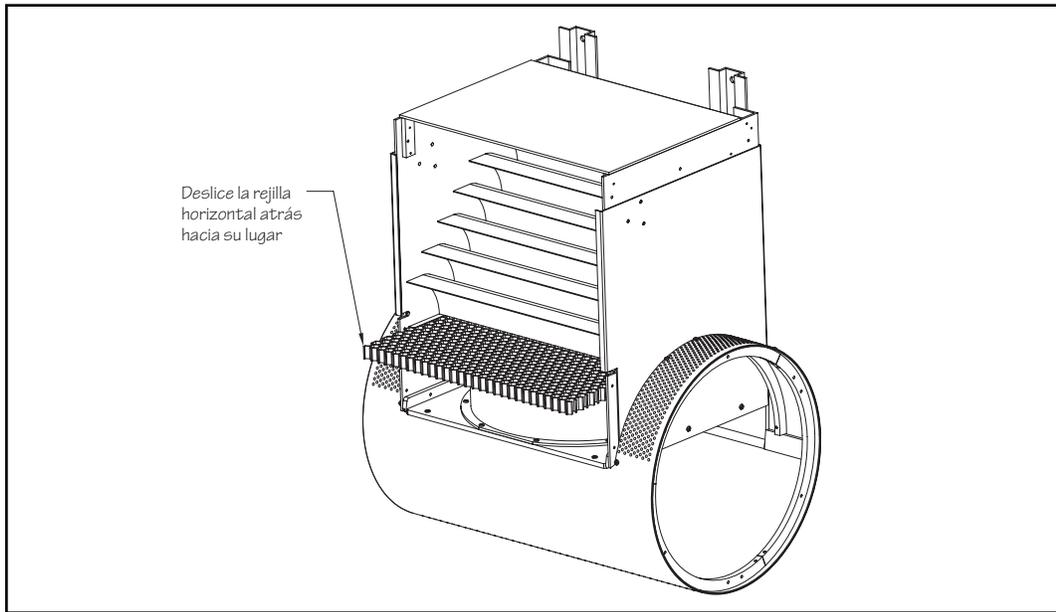

Fig. 6.7
6.9 Deslice la rejilla de acondicionamiento de agua horizontal dentro de su guía en la carcasa. La rejilla horizontal es más ancha que las dos rejillas (Fig. 6.7).